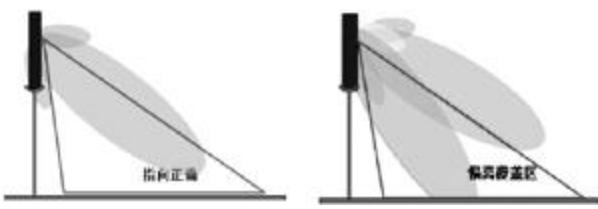

图 1 下倾角设计影响示意图
(2)合理的下倾角设计:垂直面波束宽度及电下倾角精度决定了网络覆盖区中距离向性能的好坏。波束应该适当下倾,下倾角度最好使得最大辐射指向目标服务区的边缘。如果下倾太多(黄色),服务区远端的覆盖电平会急剧下降;如果下倾太少,覆盖在服务区外,且产生同频干扰问题,如图 1。